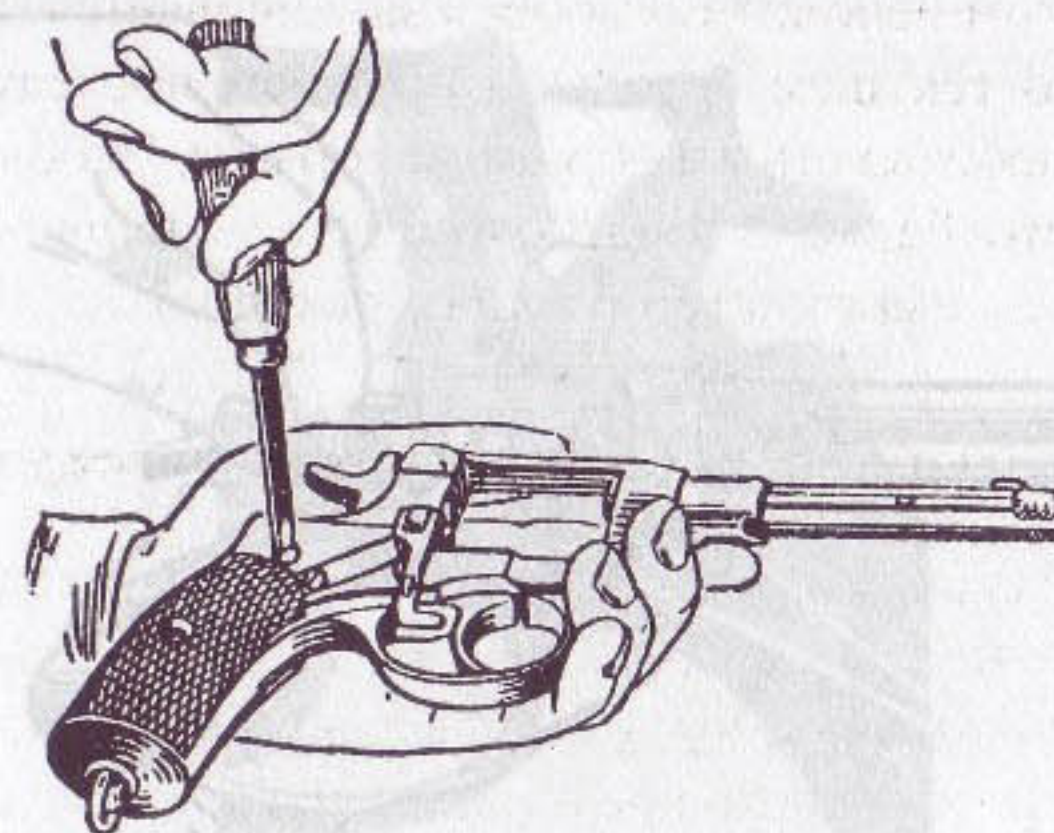

Рис. 63. Как вывинтить соединительный винт
- ◆ вывинтить соединительный винт (27 на рис. 6 и 16; рис. 63);